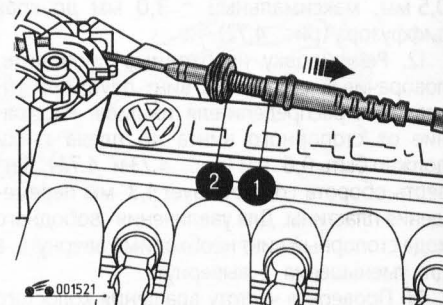
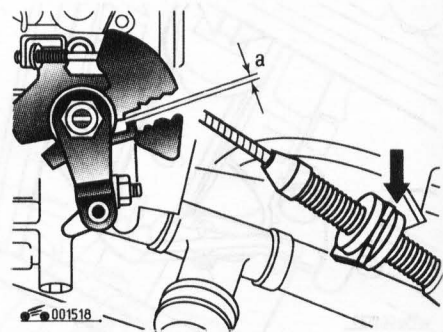

Рис. 4.78. Регулировка троса привода дроссельной заслонки на автомобилях с механической коробкой передач: 1 - корпус троса; 2 - фиксирующая скоба
Рис. 4.79. Регулировка троса привода дроссельной заслонки на двигателях SOHC (с механической коробкой передач)
2. При полностью нажатой педали акселератора (это должен сделать помощник) проверьте положение дроссельной заслонки: она должна быть полностью открыта. В противном случае снимите фиксирующую скобу 2 (рис. 4.78) и переместите корпус 1 троса таким образом, чтобы заслонка полностью открылась. Зафиксируйте скобой корпус в этом положении. При отпущенной педали акселератора зазор *a* (рис. 4.79 и 4.80) не должен превышать 1,0 мм. В противном случае повторите регулировку.